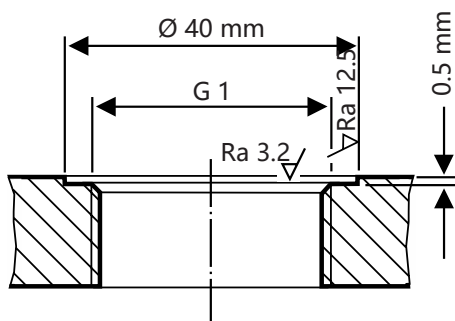

图 10
- 确保正确处理相应储罐螺纹管接头或法兰盖的密封面，参见图 10。
必须根据 图 10 正确处理密封面。